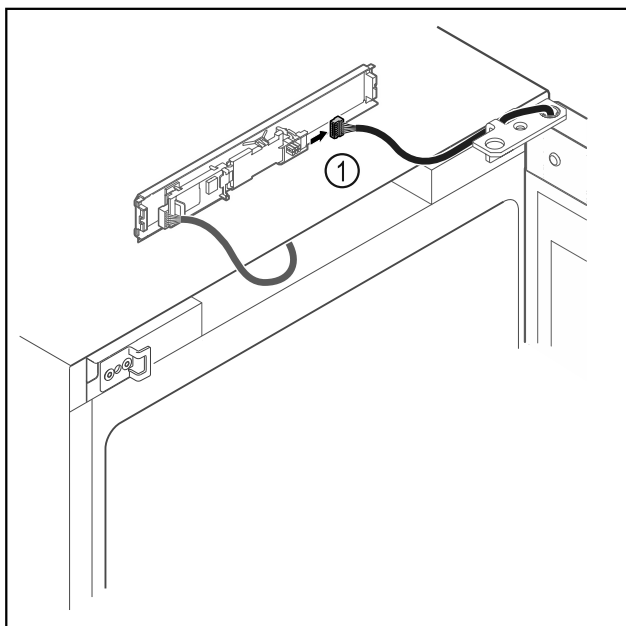

Fig. 10
- ▶ Lossa kontakten Fig. 10 (1) från kretskortet.